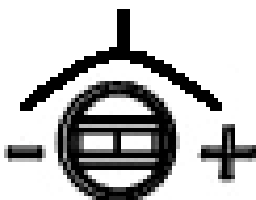

Рис.6 Регулировка датчиков
6.2.3. После чего необходимо выставить параметры работы датчика регулятором на корпусе рис.6, провести тесты настройки и подобрать оптимальный диапазон.